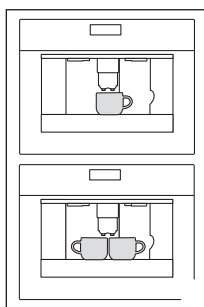
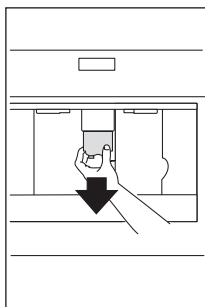

Рис. 16
Рис. 17
- ▶ Поставьте под краники одну чашку для приготовления одной порции кофе или две чашки для приготовления двух порций кофе (Рис. 16). Опустите краники как можно ближе к чашке, чтобы получить более густой кофе (Рис. 17).